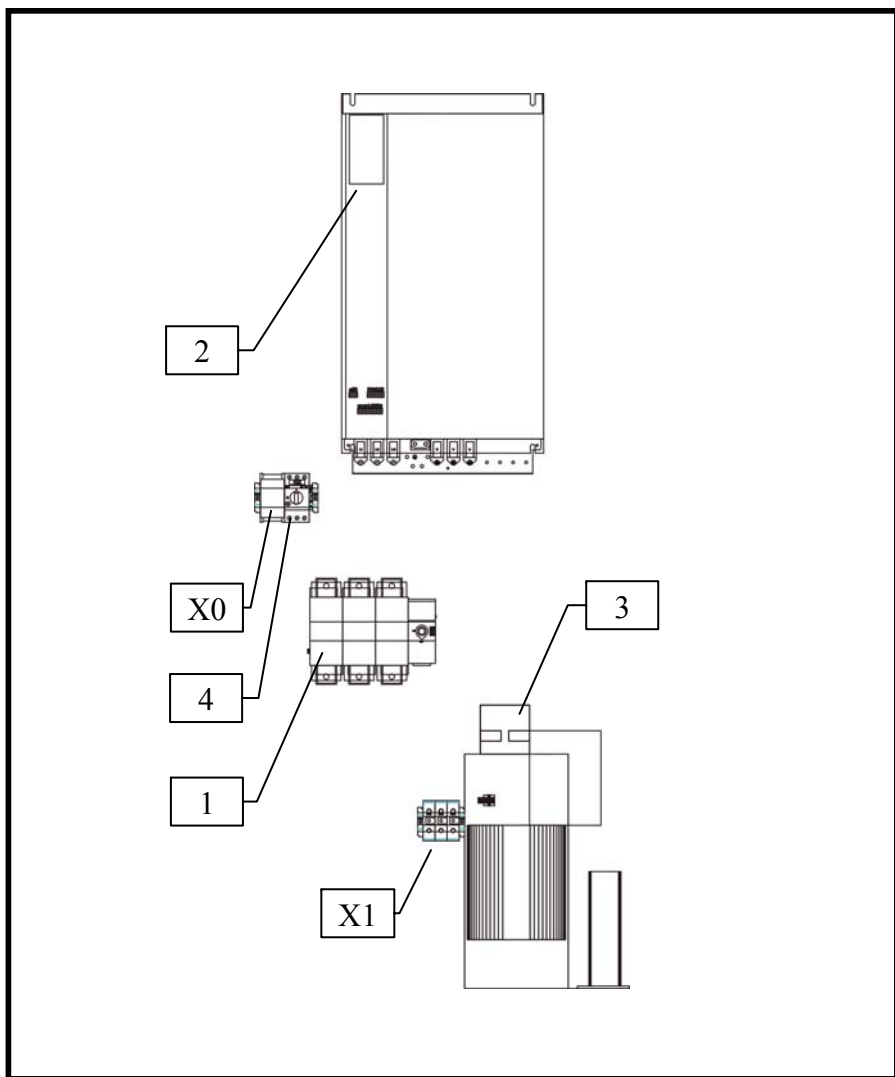

Рис. 2 Внутренний вид прибора
6.2 Электрическое подключение (рис. 2)